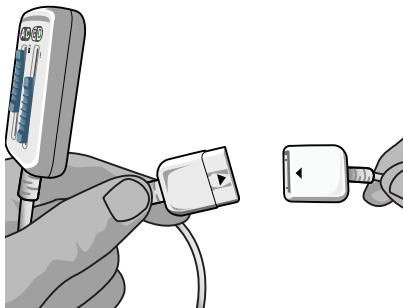

Figura 4: Estimulador de avaliação externo 2, Cabo cirúrgico 2 x 8 e Extensão
1. Fixe a Extensão do cabo cirúrgico para sala de operação no respectivo cabo (Figura 4).